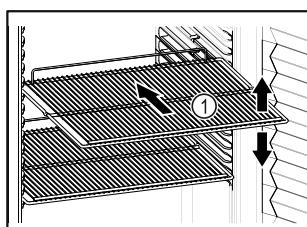

Fig. 57 Ilustratīvs attēlojums
- Ja novietošanas režīgi Fig. 57 (1) ir novirzāmi, pielāgojiet tos pēc augstuma.